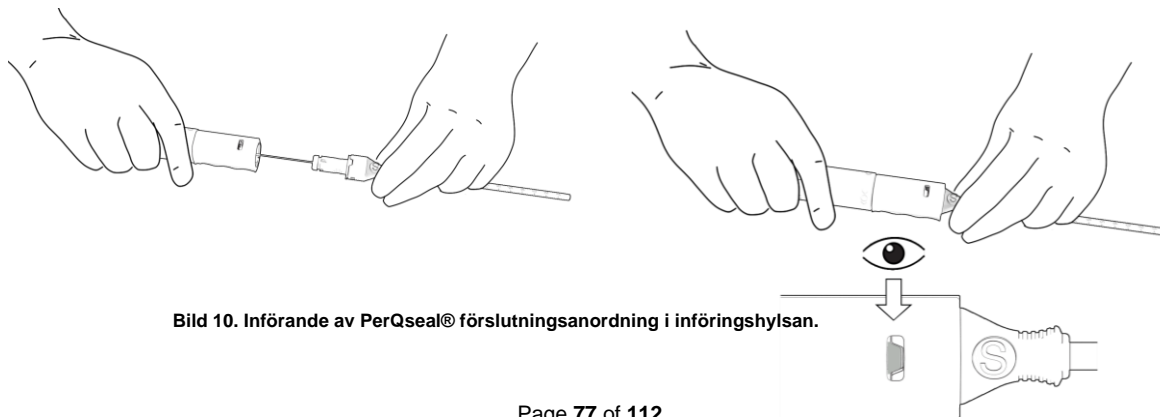

Bild 10. Införande av PerQseal® förslutningsanordning i införingshylsan.
- c. Håll i införingshylsan med ena handen och i anordningens handtag med den andra och för försiktigt anordningens handtag framåt. Se till att indikatorerna på införingshylsan och handtaget befinner sig i linje med varandra och att laddningskanylens/hylsans fattning låser sig (med ett klickljud) i anordningens handtag. Observera den gröna indikatorn i fönstret. Den bekräftar att handtaget på PerQseal® förslutningsanordning har låsts. Bild 10.